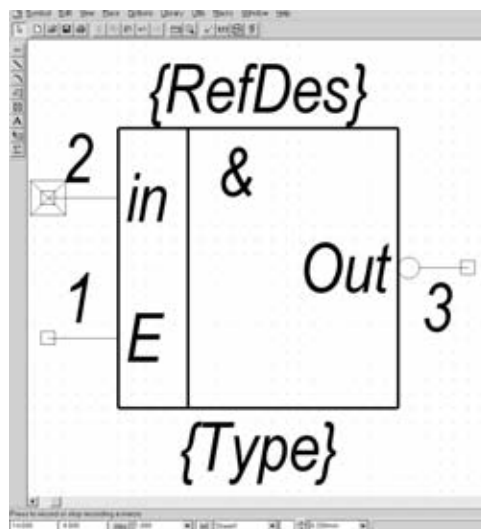

Рис.2.2.15
- Ввести точку привязки элемента в центре УГО. Для этого выполнить команду **Place Ref Point** (Установка точки привязки). Переместить курсор в точку с координатами (5, 25) и щелкнуть ЛК (рис.2.2.15).